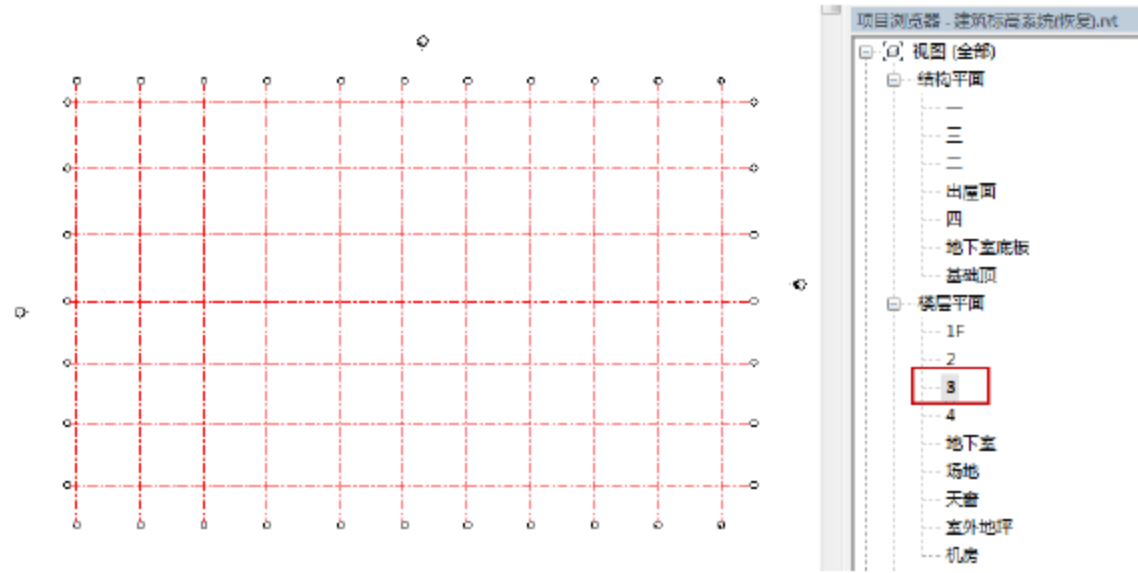
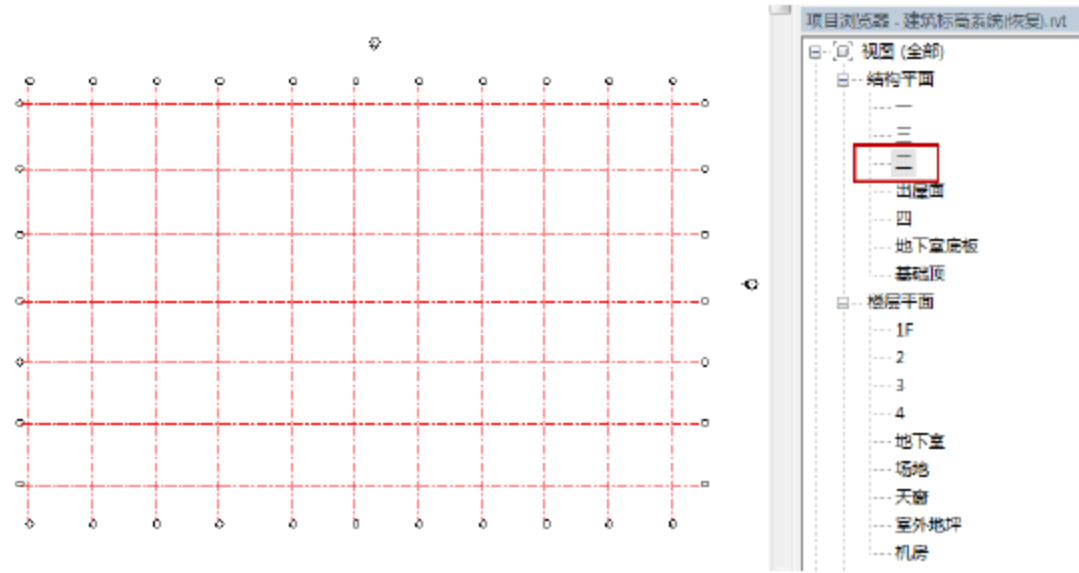

图 1.3.25 检查影响范围 1
图 1.3.26 检查影响范围 2
(3) 检查影响范围。在项目浏览器面板中分别单击楼层平面栏中的 3 平面视图和结构平面栏中的“二”结构平面视图，发现所有的轴线都是双头显示，如图 1.3.25 和图 1.3.26 所示。说明影响范围调整成功。